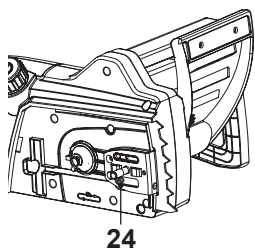

Imagen 3
- > Asegúrese de que el pivote de tensión [24] está ajustado a la posición más a la izquierda, gire el tornillo de tensión [3] hacia la derecha si es necesario (Imagen 3, 4).